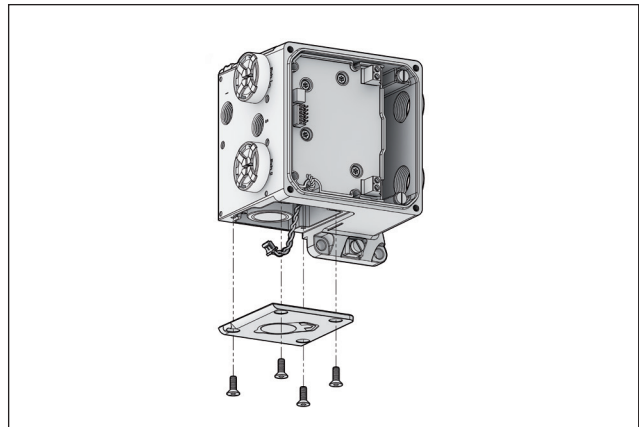
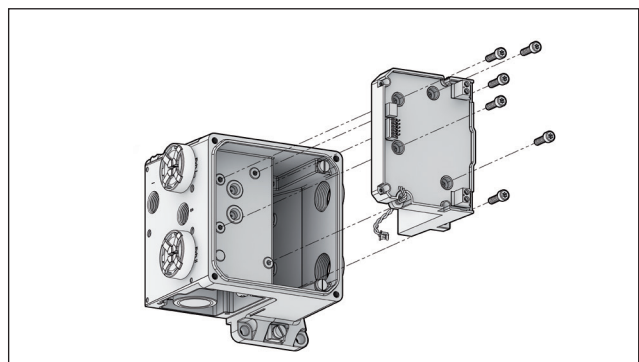

Fig. 94. NDX_510_
Fig. 95. NDX_510_
- Solte os parafusos do módulo eletrônico e os parafusos de aterramento (NDX_511_ e NDX_512_) e remova o módulo eletrônico. (Fig. 94, Fig. 95)